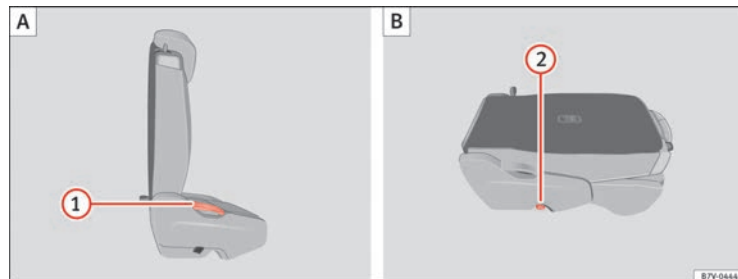

Fig. 90 Seconda fila di sedili: ripiegare il sedile posteriore **A**, sedile posteriore come superficie di carico **B**.
- Rimuovere gli oggetti dal vano piedi situato davanti e dietro il sedile posteriore ⇒ ①.
- Tirare la leva ⇒ fig. 90 ① verso l'alto e ripiegare lo schienale in avanti. Il sedile si piega interamente in avanti ⇒ △.
- Abbassare lo schienale ripiegato spostandolo in avanti finché si blocca nella posizione del rivestimento del bagagliaio ⇒ fig. 90 B.
- Tirare la leva ⇒ fig. 90 ① verso l'alto e posizionare lo schienale in verticale. Il sedile completo si piega indietro.